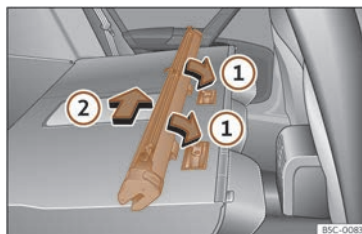

Fig. 191 Monter le filet de séparation sur le dossier de la banquette arrière.
- Placez la structure du filet sur les renforcements des rails de fixation dans le sens des flèches >>> **fig. 191** ①.
- Poussez la structure vers le côté gauche du véhicule dans le sens de la flèche >>> **fig. 191** ② et jusqu'à la butée.
- Tirez la structure du filet de 5 cm environ dans le sens contraire à celui de la flèche >>> **fig. 191** ②.
- Retirez la structure du rail de maintien en tirant dans le sens contraire à celui des flèches >>> **fig. 191** ①.